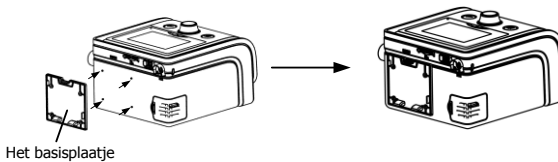

Fig. 11-11
(2) Wijs de vier gaatjes van **Het basisplaatje** naar de vier referentiepunten op de achterkant van het hoofdtoestel om het plaatje goed aan het toestel te bevestigen zoals aangegeven in Fig. 11-11.